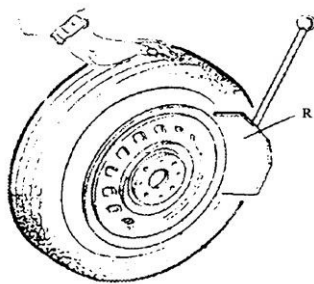

Рис. 5
Установите шину напротив резинового буфера (S). Установить лопатку рядом с бортом шины в 10 мм от края обода, как показано на **рис.5**. Лопатка должна находиться напротив борта шины. Нажмите педаль (U) и прижмите борт шины лопаткой. Повторно выполните указанные выше операции при других положениях шины, с обеих сторон колеса, пока борт полностью не сойдет с обода колеса.